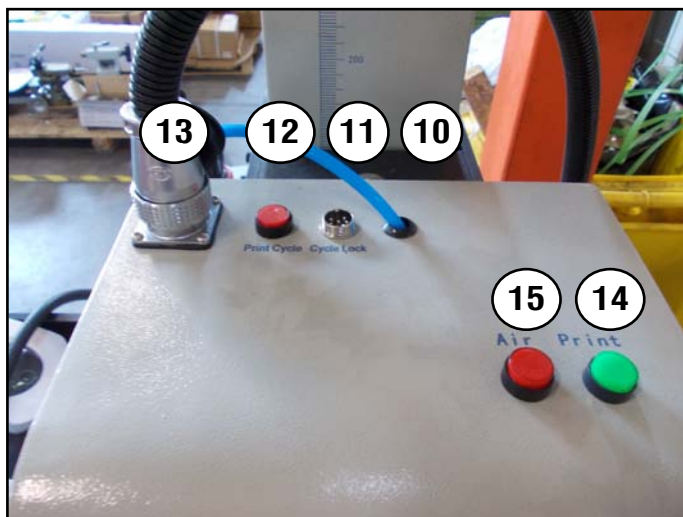

Figura 16 – Comandi sulla testa.
- inserite il cavo per il controllo della marcatura nel connettore posizionato sulla testa della macchina (Rif. 11 in Figura 16);
- avviamento di una marcatura di prova senza aria compressa al solo fine di verificare i movimenti della punta (lasciare sollevato il pulsante Air rif. 13 in Figura 16).